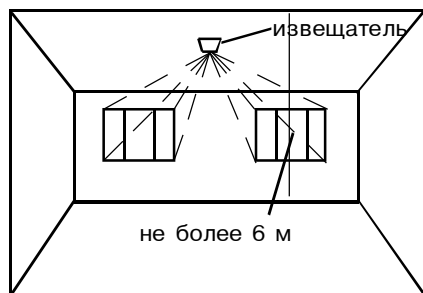
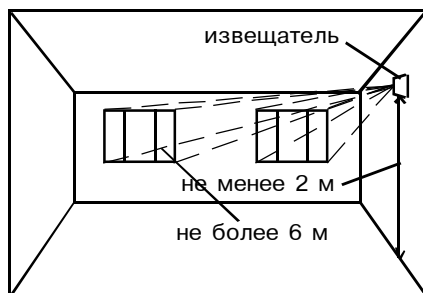
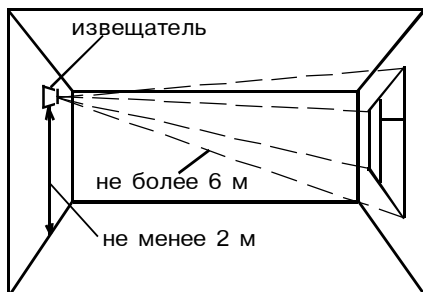
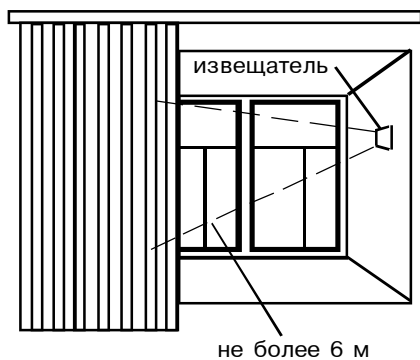

Рис. 30 Установка на потолке
Рис. 31 Установка на боковой стене
Рис. 32 Установка на противоположной стене
Рис. 34 Установка между
- допускается установка извещателя на любой из боковых (рис. 31) или противоположной (рис. 32) стене, а также на потолке помещения (рис. 30 и 33) или в простенке между охраняемым стеклом и занавесями (рис.34);